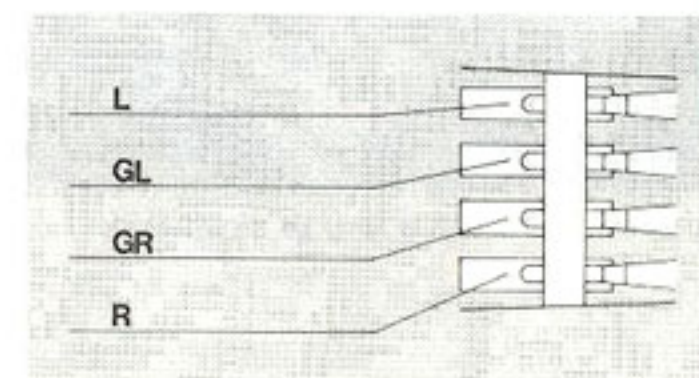

Fig. 14
3. Die Anschlüsse am Systemträger und Tonabnehmersystem sind gekennzeichnet (Fig. 14). Verbinden Sie die Anschlußlitzen des Systemträgers mit den entsprechenden und gleich gekennzeichneten Anschlußstiften des Tonabnehmersystems.
3. Les connexions sur le porte-cellule et la cellule sont repérées. Reliez les cordons du porte-cellule aux broches de la cellule portant le même repère (Fig. 14).
3. The connection inputs on the cartridge holder and on the cartridge are color coded. Connect the leads on the cartridge holder to the correspondingly coded connection pins of the cartridge (Fig. 14).